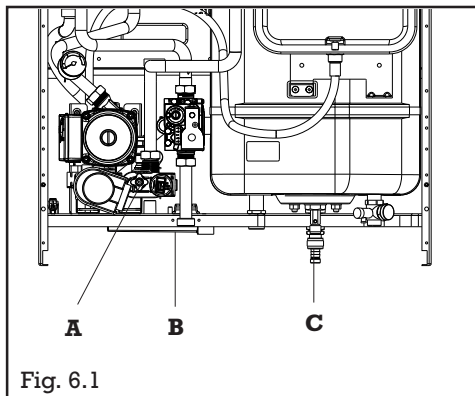

Fig. 6.1
- dévisser le robinet de vidange de la chaudière (A), en maintenant en place le coude du flexible d'évacuation pour éviter qu'il se déboîte, l'eau s'écoulera par le collecteur d'évacuation (B) (fig. 6.1)
- vidanger le ballon par le robinet (C, fig. 6.1), raccorder au préalable un tuyau plastique sur l'embout puis dévisser le robinet.
- vidanger le ballon par le robinet (C, fig. 6.1), raccorder au préalable un tuyau plastique sur l'embout puis dévisser le robinet